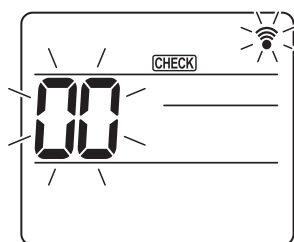
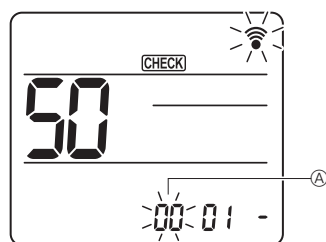
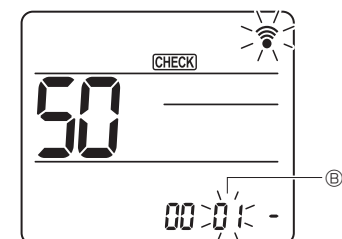
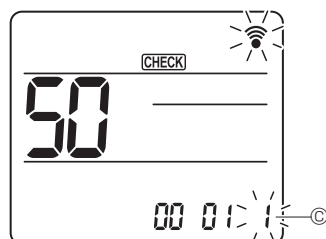

Fig. 7-16
Fig. 7-17
Fig. 7-18
Fig. 7-19
#### 7.4.2. Με ασύρματο τηλεχειριστήριο (Fig. 7-16, Fig. 7-17, Fig. 7-18, Fig. 7-19)
① Μετάβαση στην κατάσταση επιλογής λειτουργίας
- Η ένδειξη [CHECK] (Έλεγχος) φωτίζεται και αναβοσβήνει η τιμή "00". (Fig. 7-16)
② Ρύθμιση του αριθμού μονάδας
- Πατήστε το κουμπί [↵] για να ρυθμίσετε τον αριθμό μονάδας ②. (Fig. 7-17)
③ Επιλέξτε μια κατάσταση λειτουργίας
- Πατήστε το κουμπί [↵] για να ρυθμίσετε τον αριθμό κατάστασης λειτουργίας ③. (Fig. 7-18)
④ Επιλογή του αριθμού ρύθμισης
- Χρησιμοποιήστε το κουμπί [↵] για να αλλάξετε τον αριθμό ρύθμισης ④. (Fig. 7-19)
⑤ Για την επιλογή πολλαπλών λειτουργιών συνεχόμενα
- Επανάλαβε την επιλογή ③ και ④ για να αλλάξετε τις ρυθμίσεις πολλαπλών λειτουργιών συνεχόμενα.
⑥ Ολοκλήρωση της επιλογής λειτουργίας